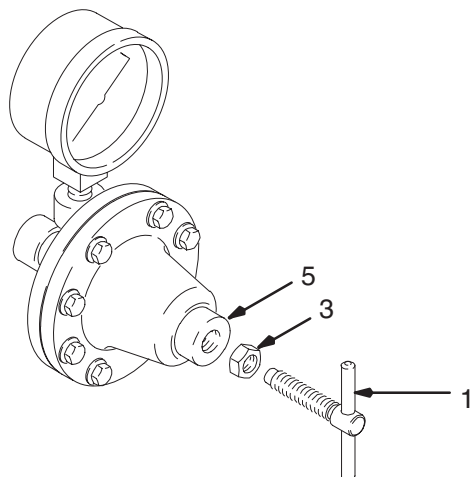

Fig. 3
1. Stäng regulatören: vrid inställningshandtaget (1) moturs så att fjäderspänningen avlastas. Se Fig. 3.
3. Vrid inställningshandtaget (1) *medurs* för att öka vätskestrycket. Se Fig. 3. Justera till önskat sprutmönster. *Släpp trycket delvis i slangen till pistolen innan trycket minskas så att manometern visar rätt värde. Dra åt låsmuttern (3) mot regulatorlocket (5) för att låsa på rätt inställning.*
- b. Vrid inställningshandtaget (1) medurs och öppna regulatorventilen till önskat utloppstryck och flöde. Se Fig. 3.